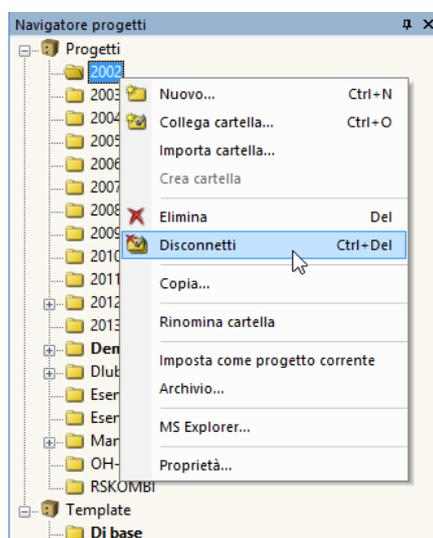

Figura 12.7: Menu contestuale di un progetto
- utilizzare la voce **Copia** nel menu contestuale del progetto disponibile nel navigatore (si veda figura 12.7).
- utilizzare la voce **Proprietà** nel menu contestuale del progetto nel navigatore (si veda Figura 12.7).
- e utilizzare il menu contestuale del progetto (si veda figura 12.7) o modello (si veda figura 12.12).